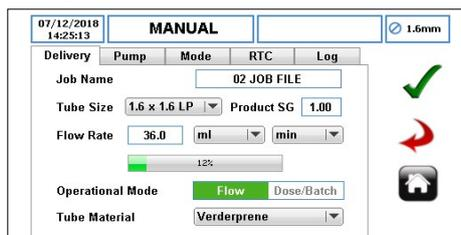

Figure 41 Sélectionner le mode Flux
- ▶ Assurez-vous de sélectionner le mode Flux comme indiqué à la figure 41.